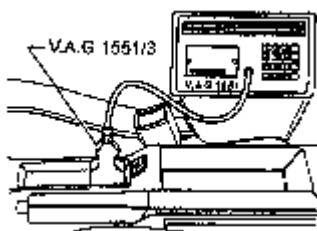

图 10-4 V.A.G1551 的连接
(1) 取掉手制动拉杆附近的诊断插座盖板, 将 V.A.G1551 连同导线在点火开关断开时接到诊断插座上, 如图 10-4 所示。屏幕显示: